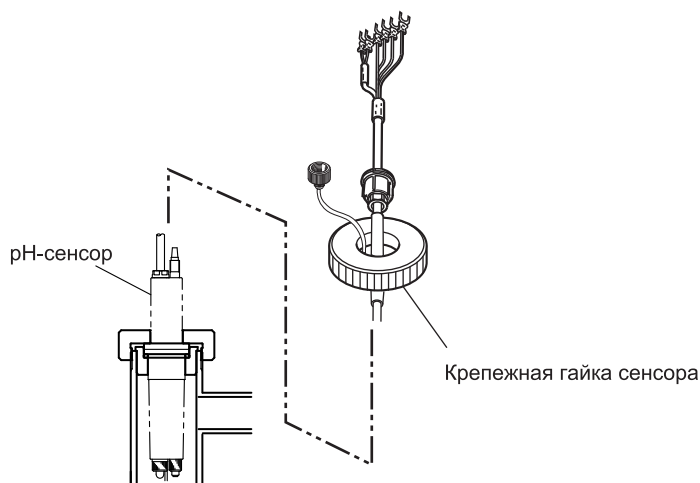

Рисунок 2.10. Подготовка к подключению кабеля сенсора
- (5) Закрепите pH-сенсор в держателе. Снимите с сенсора защитную крышку. Также удалите кусок пенопласта (устанавливаемый для транспортировки, после установки сенсора он не нужен). Убедитесь в правильности установки солевого мостика и стеклянного электрода. Вставьте конец сенсора в держатель, и прочно затяните фиксирующую гайку сенсора (см. Рисунок 2.10).